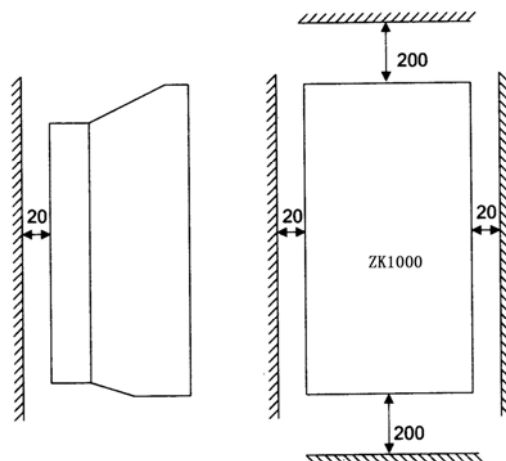

图 2-2 最小安装空间示意图
- (1) 请安装在室内通风良好、无阳光直射的场所；
- (2) 不要安装在多尘埃、金属粉末、腐蚀性、爆炸性气体的场所；
- (3) 环境温度在 -10~45℃ 范围内，湿度在 20%~90%RH，无水珠凝结，振动小于 0.5G；
- (4) 为保证良好的通风散热，将调压器竖着安装，并且留足够空间，最小空间如图 2-2 所示（单位：mm）。